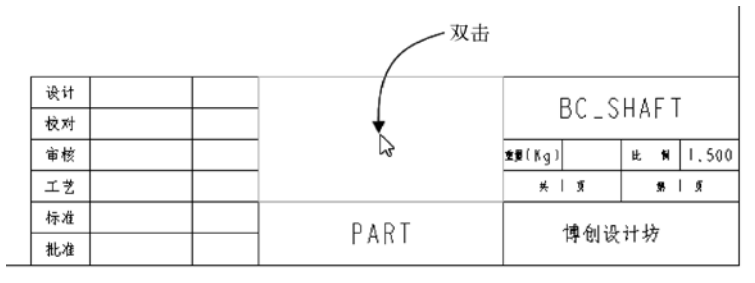

图 12-137 双击标题栏的指定表格
- ① 切换到功能区的“注释”选项卡。双击图 12-137 所示的标题栏表格。